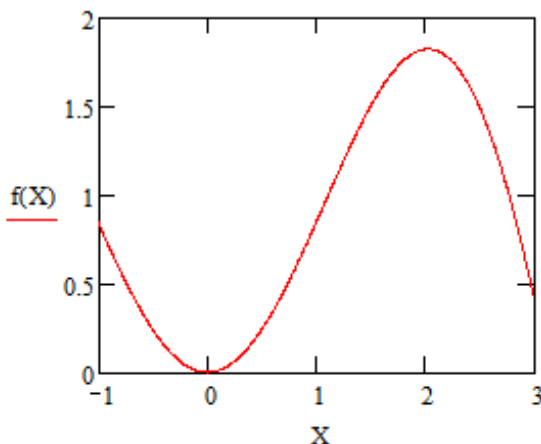

Рис. 10.1. Значения функции  $f$  на заданном интервале
9. Отформатировать диаграмму, изменив диапазон изменения оси абсцисс. Для этого установить курсор в нижний левый шаблон у оси абсцисс и ввести число  $-1$ , в правый шаблон ввести  $3$ , вывести курсор за пределы блока. Задать количество линий в сетке по обеим осям по 4, сами линии сеток не выводить. Рисунок должен принять вид согласно рис. 10.1.